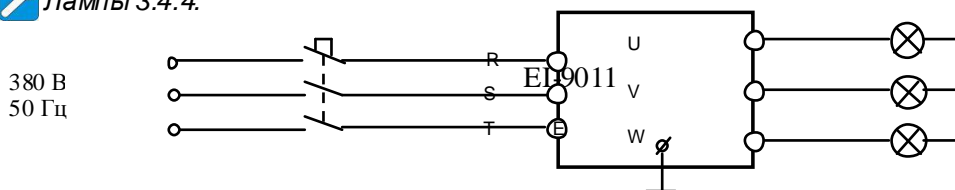

Рис. 4.18. Подключение к ПЧ лампы накаливания
4.15.1. Подключить три лампы к выходным клеммам U, V, W преобразователя частоты. Подать питание ~380 В 3Ф (рис. 4.18).
4.16.1. Подключить электродвигатель к выходным клеммам U, V, W (рис.4.18).